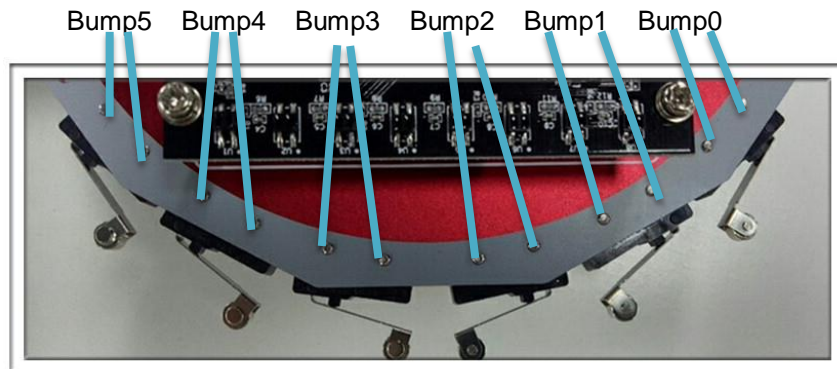
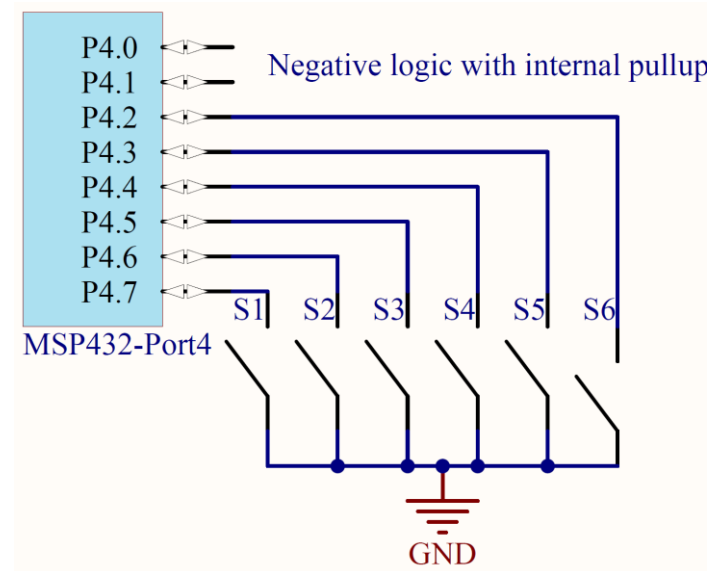

图 3. 连接到机器人前部的碰撞传感器（底视图）
图 4. 一个可能的碰撞传感器接口电路。使用端口 4，将与 CC3100 / CC3120 wifi 模块冲突。但是，只有端口 1 - 6 可以触发中断。
您在实验 6 中将 JN_LSA_2RSLKB01_V0.1 线传感器连接回来。您在实验 10 中将碰撞传感器连接回来。图 3 显示了六个传感器的一个可能位置。图 4 显示了用于连接开关的简单电路。
- 检查接线，如图 3 所示。图 3 显示了负逻辑和内部上拉电阻。由于没有外部电阻，因此需要在软件中配置内部电阻。